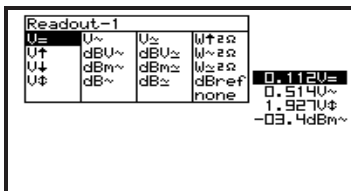

Рис. 6
2. Используя курсорные кнопки, выделите требуемую измерительную функцию для первого параметра (рис. 6).